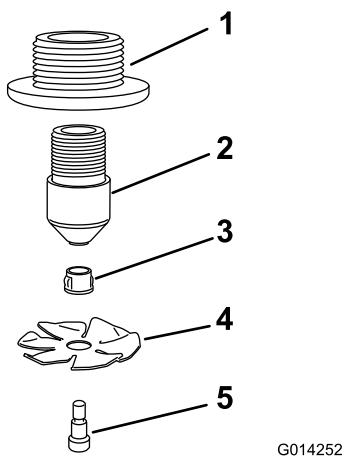

Рисунок 14
1. Соберите сопла, как показано на (Рисунок 14).